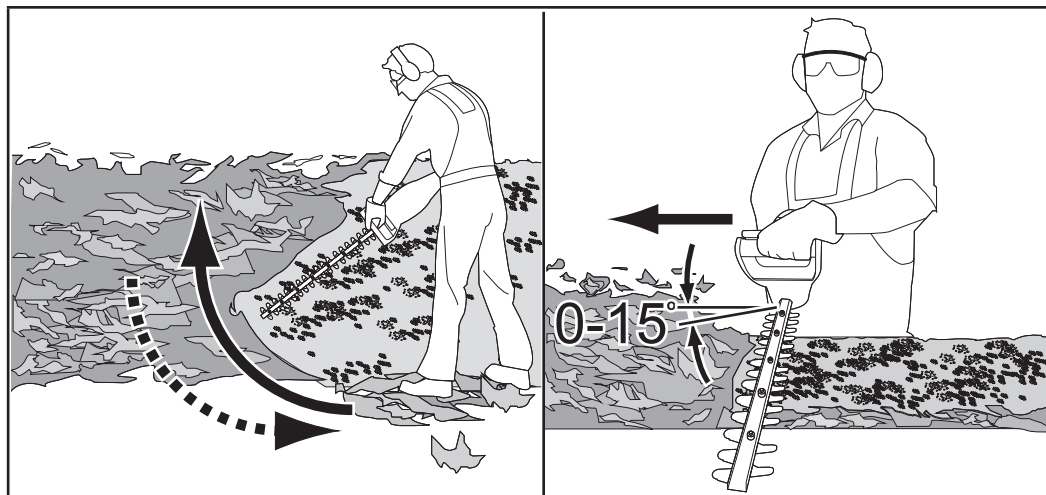

Fig. 6
- Ține întotdeauna produsul bine cu o mână pe mânerul frontal (1) și cu cealaltă pe mânerul posterior (4). Nu opera niciodată produsul cu o singură mână.
- Nu te grăbi și nu încerca să tai prea mult dintr-o singură trecere a lamei (9).
- Taie mai întâi pe ambele părți, de jos în sus. Astfel, resturile tăiate nu vor cădea acolo unde urmează să tai (fig. 6).
- După tăierea părților laterale, continuă cu vârful. Încearcă să ții lama (9) înclinată la aproximativ 15° față de suprafața de tăiere (fig. 6).
- Când tunzi garduri vii late cu zona de tăiere în câmpul vizual, deplasează lama (9) ușor prin suprafața de tăiere, cu o mișcare de baleiere, urmând forma gardului viu sau a arbustului. Pentru tăiere optimă, se recomandă o ușoară înclinare în jos a lamei, în direcția mișcării (fig. 6).